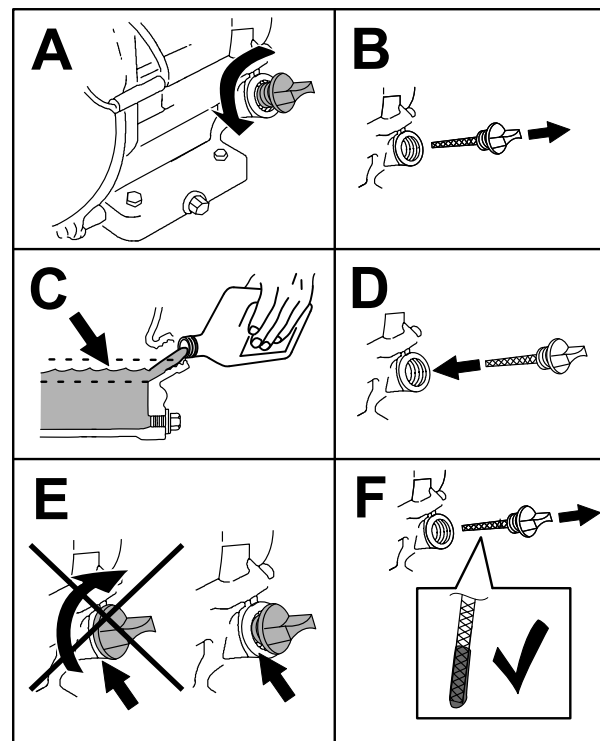

Figure 19
5. Versez lentement environ 80 % de l'huile spécifiée dans le tube de remplissage, puis faites l'appoint lentement jusqu'à ce que le niveau atteigne le repère **maximum** (Figure 19).